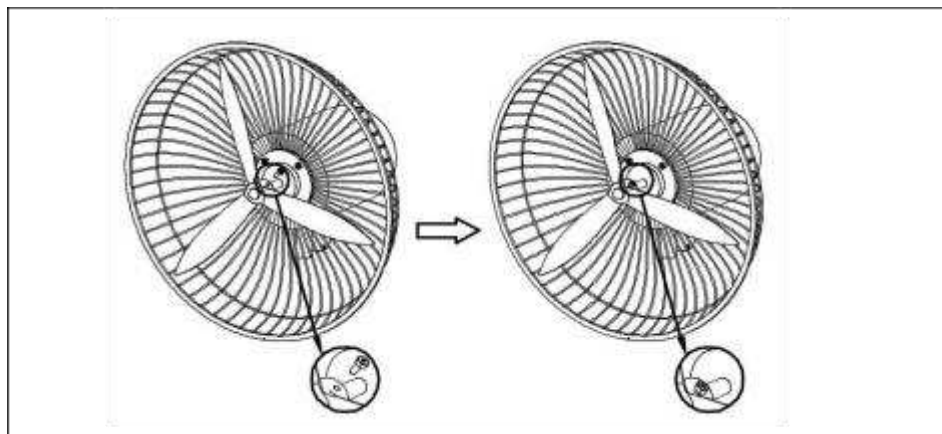

Fig.6 .
2). Installez la pale du ventilateur (14) sur l'arbre du moteur, puis verrouillez la vis de la pale (16). Voir la (Fig. 6).